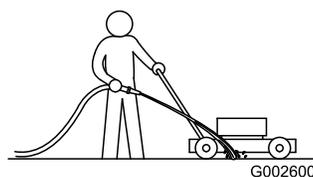

Bild 25
1. Lassen Sie den Motor auf einer flachen, befestigten Oberfläche laufen und sprühen Sie Wasser vor das rechte Hinterrad (Bild 25).